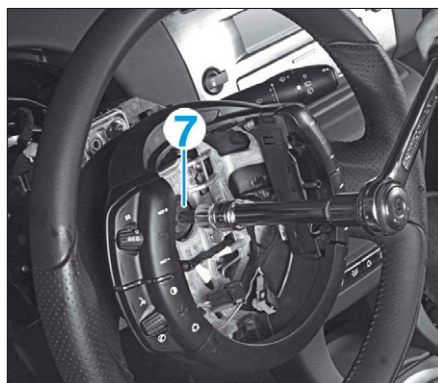

FIG. 3
- Déposer la vis (7) en veillant à ne pas donner de coups sur le volant (Fig.3).